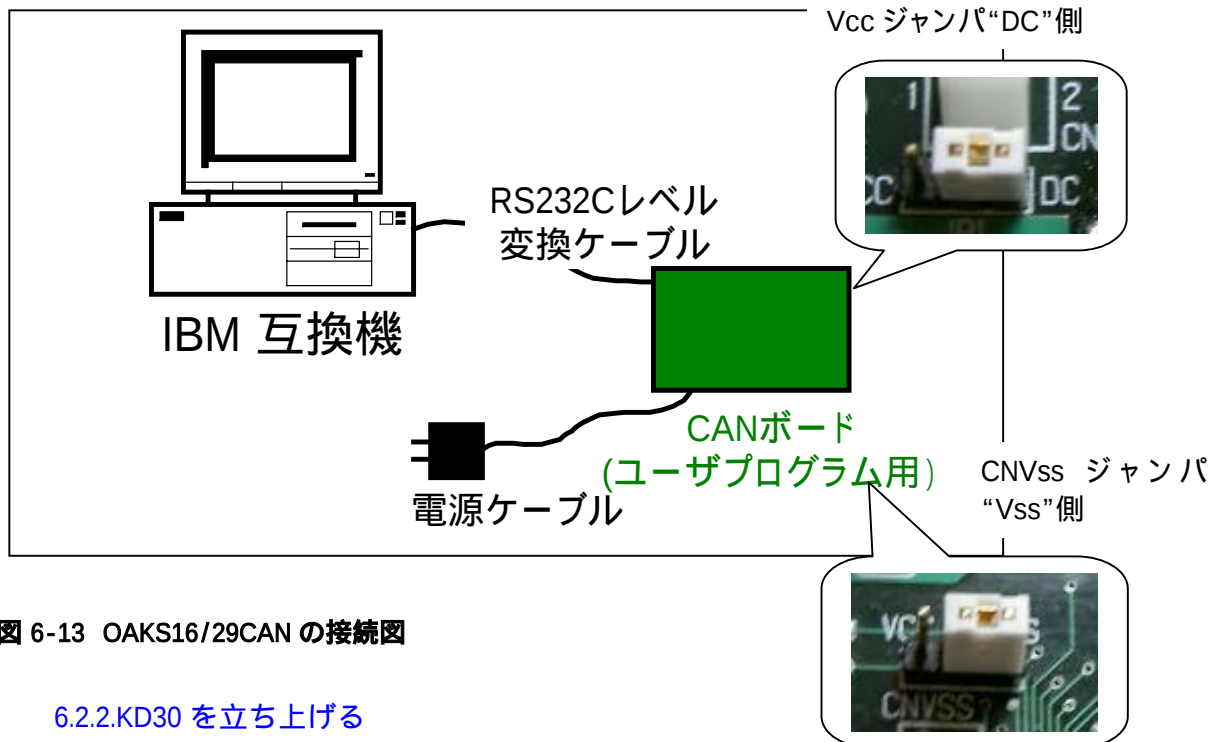

図 6-13 OAKS16/29CAN の接続図
- 2) コンピュータと OAKS16CAN ボードが接続されていますか。(図 6-13 を参照)